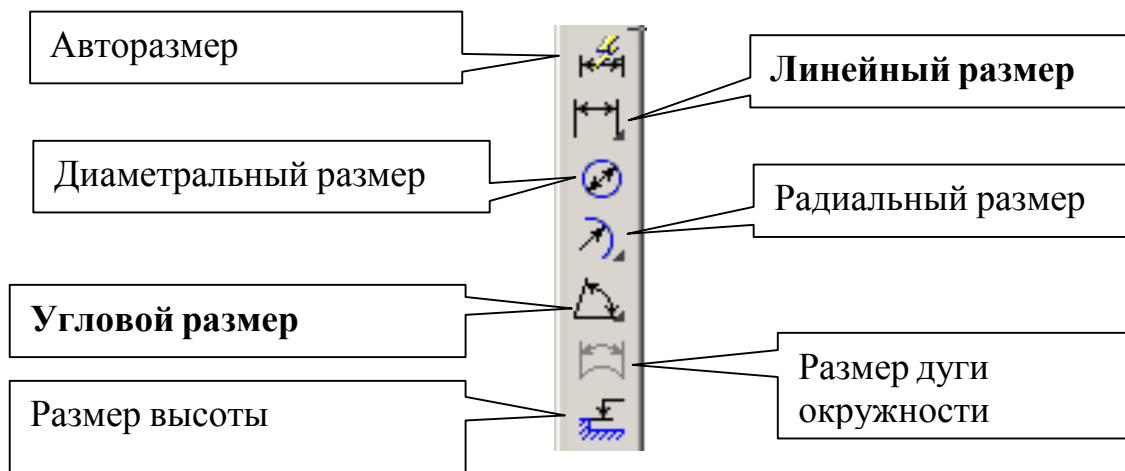

Рис. 10
6. Проставьте линейный размер отрезка *AB*. Для этого на панели **Размеры**  (рис. 2) активизируйте команду **Линейный размер**, рис. 10.
Проставьте угловой размер. Выберите команду **Угловой размер**, рис. 10, последовательно укажите курсором отрезки прямых *DK* и *KB* и расположите размерную линию согласно рис. 1.